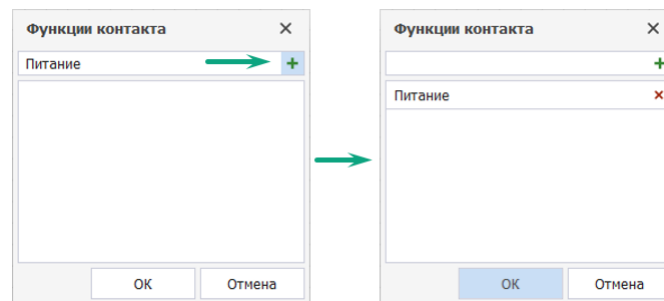

Рис. 256 Определение функции назначения
2. В окне «Функции контакта» указать название функции контакта и нажать иконку «+», см. Рис. 256.